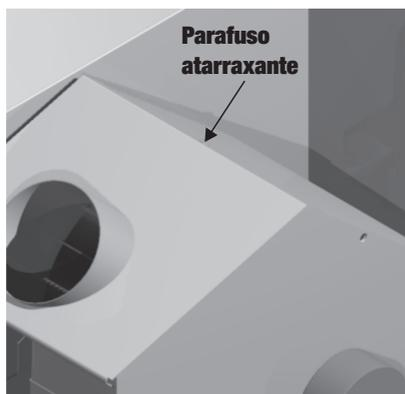

FIGURA 3
- Retire a tampa de proteção da capa do rolo ralador (4) soltando o parafuso atarraxante com auxílio de uma chave philips (figura 3).